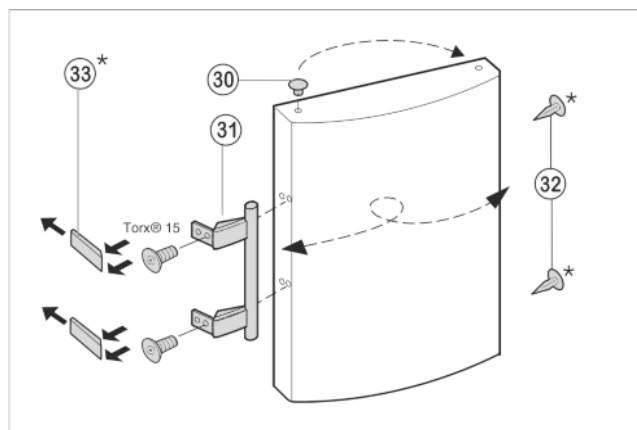

Fig. 10
- Izvadite čepove Fig. 10 (30) iz čahura ležaja vrata i premjestite ih.
- Skinite ručku na vratima Fig. 10 (31), čepove Fig. 10 (32) i pritisne ploče Fig. 10 (33) i premjestite ih na suprotnu stranu.